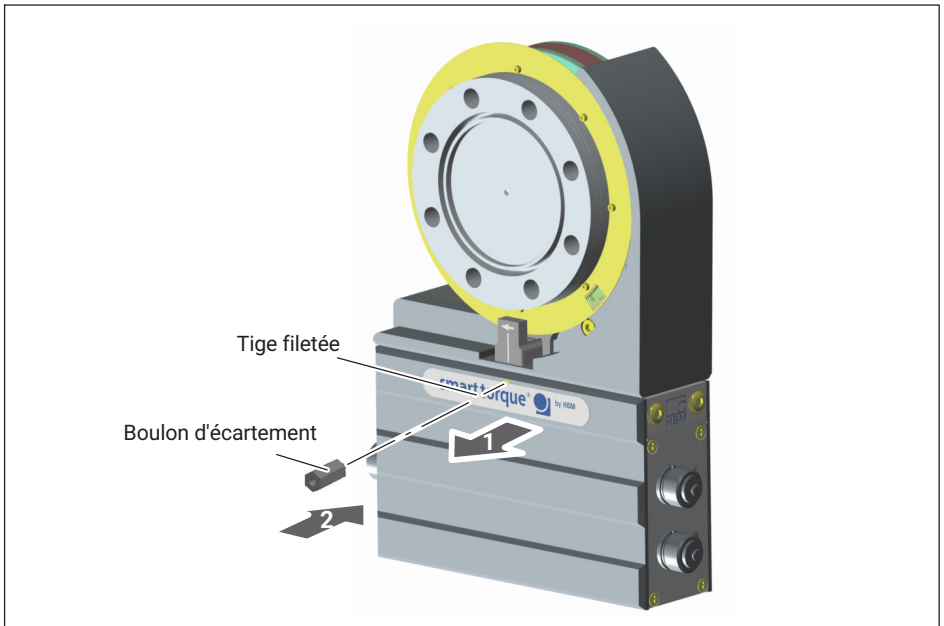

Fig. 8.6 Montage du boulon d'écartement (uniquement pour 5 kN · m et 10 kN · m)
3. Pour les étendues de mesure $5 \text{ kN} \cdot \text{m}$ et $10 \text{ kN} \cdot \text{m}$: retirer les tiges filetées des taraudages des deux côtés du stator. Visser le boulon d'écartement dans le taraudage situé du côté capteur de vitesse de rotation (voir Fig. 8.6).